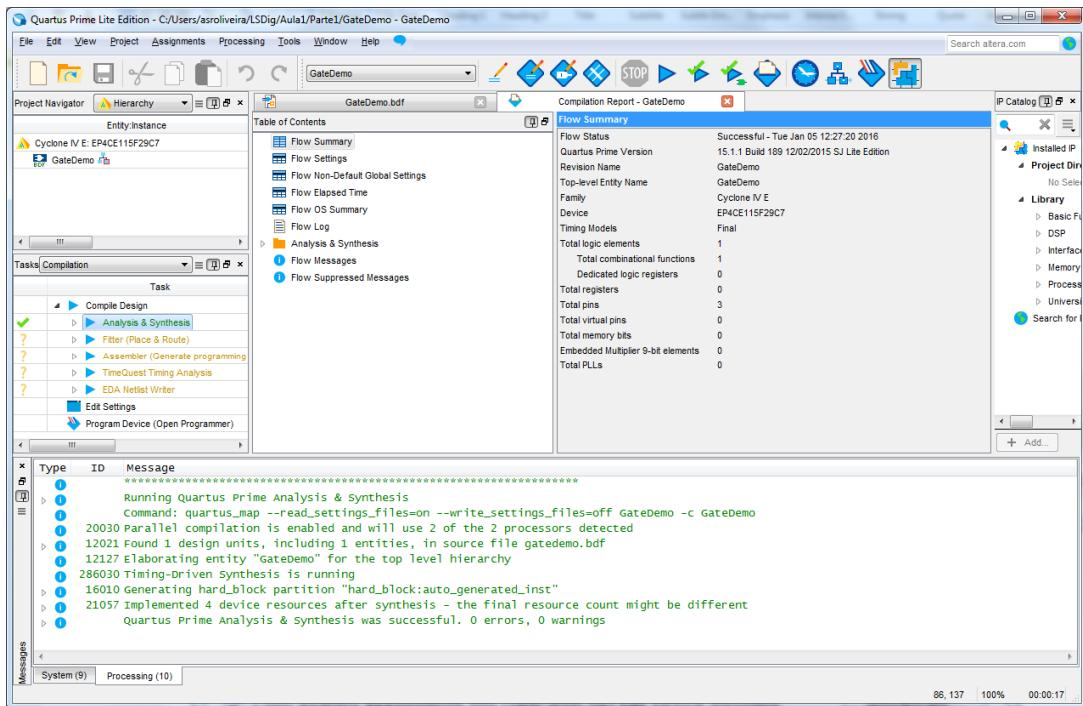

Figura 15 – “Quartus Prime” IDE após a execução da “Analysis & Synthesis”.
8. Seguidamente vai ser validado por simulação o comportamento da porta lógica utilizada. No entanto, antes de efetuar a simulação, execute a opção “Analysis & Synthesis” para que seja analisada a correção estrutural do projeto. Após a execução da “Analysis & Synthesis” o IDE deve apresentar o aspeto da Figura 15.